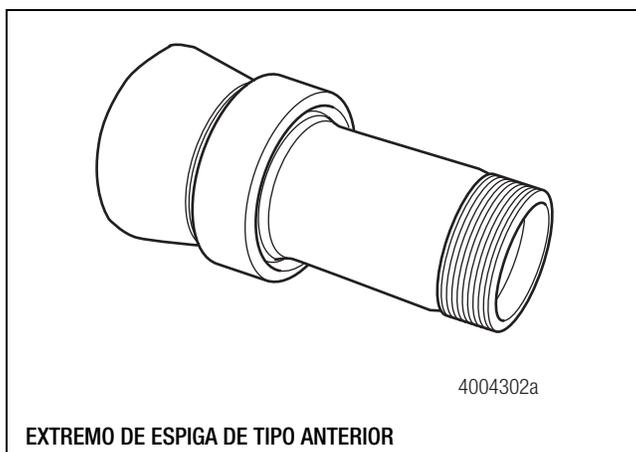
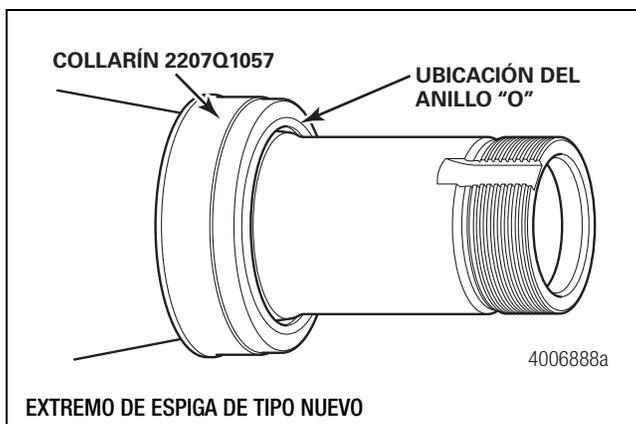
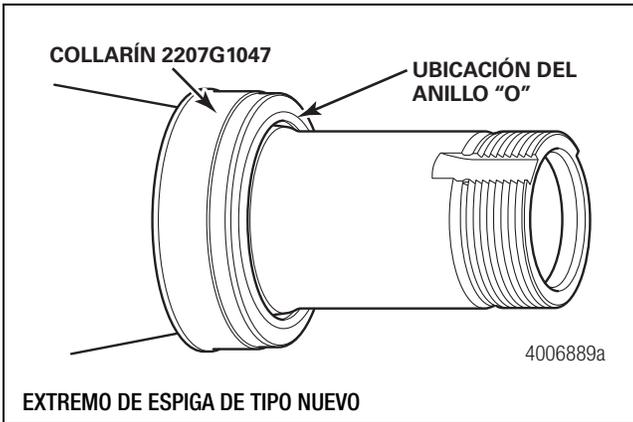

Figura 4.2
Figura 4.3
Figura 4.4
- Las espigas del eje son rectas y más cortas que en las espigas convencionales. Figura 4.2, Figura 4.3 y Figura 4.4.